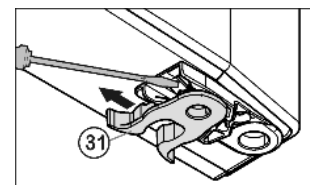

Fig. 11
- ▶ Premještanje opružne stezaljke Fig. 11 (31): Pritisnite osigurač prema dolje, prevucite opružnu stezaljku preko njega.